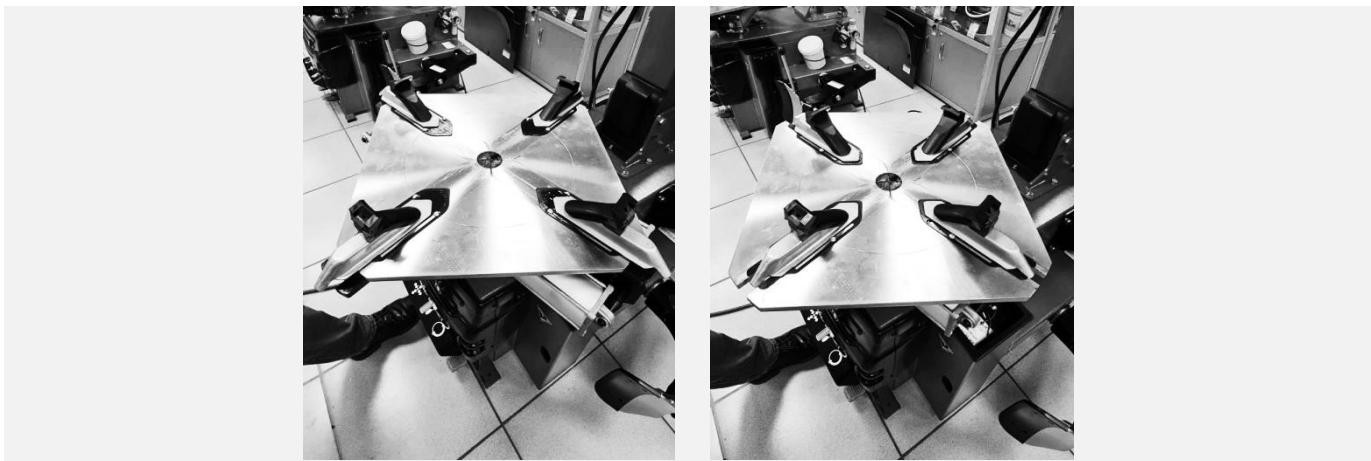

Рисунок 42
- Плавно нажать педаль управления зажимными кулачками до среднего положения, сведя зажимные кулачки таким образом, чтобы насечка на поворотном столе примерно соответствовала диаметру колеса, промаркованному на ползунке кулачка (см. Рисунок 42).